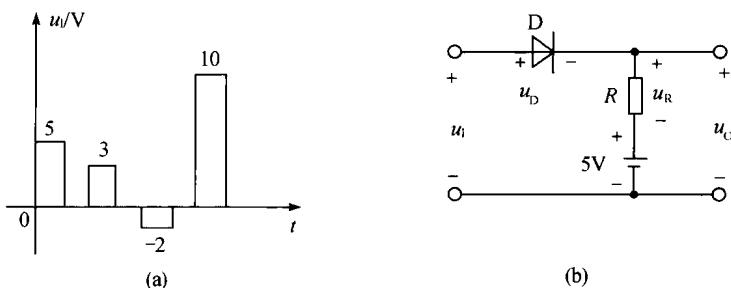

图 14.10
14.3.1 图14.10(a)所示是输入电压 u_i 的波形。试画出对应于 u_i 的输出电压 u_o 、电阻 R 上电压 u_R 和二极管D上电压 u_D 的波形,并用基尔霍夫电压定律检验各电压之间的关系。二极管的正向压降可忽略不计。